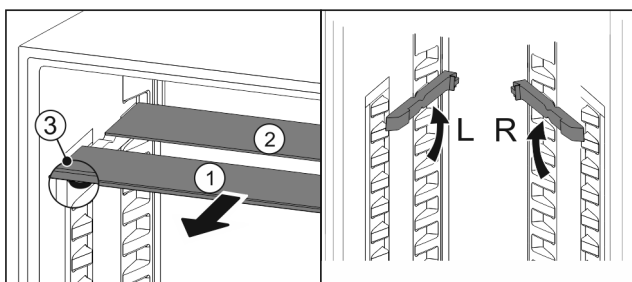

Fig. 112
- ▶ Skleněné desky jednotlivě vytáhněte dopředu Fig. 112 (1).
- ▶ Skleněná deska Fig. 112 (1) s ozdobnou lištou leží vpředu.
- ▶ Zarážky Fig. 112 (3) směřují dolů.